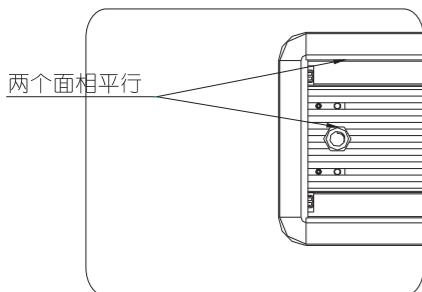

图16
7.在确保螺母两个六角面与外壳内面相平行后,如图16所示;将防止螺母松脱的螺母压块装上,用M5防滑螺丝拧紧如图17-18所示。